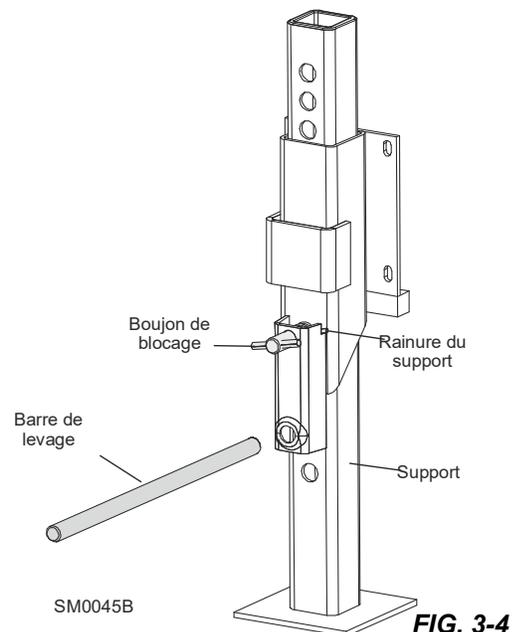

FIG. 3-4
2. Abaissez et réglez les trois supports avant. **Voir Fig. 3-4.**